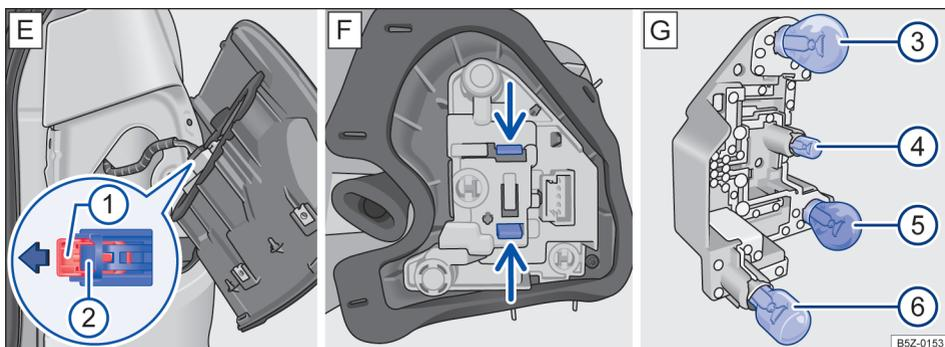

Fig. 135 Lanterna traseira: E: remover a lanterna da carroceria; F: suporte das lâmpadas; G: no suporte das lâmpadas.
8. Retirar o conector de alimentação, primeiramente puxar a trava vermelha 1 no sentido da seta → Fig. 135 E e remover o conector 2 da lanterna.
10. Para destravar o suporte das lâmpadas, pressionar cada lingueta de travamento → Fig. 135 F no sentido das setas.
12. Para remover as lâmpadas incandescentes queimadas → Fig. 135 G ③ e ⑤, pressionar a lâmpada contra o suporte e girar no **sentido anti-horário** para removê-la.
13. Para remover as lâmpadas incandescentes queimadas → Fig. 135 G ④ e ⑥, puxar a lâmpada do suporte para removê-la.
15. Para inserir as lâmpadas novas ③ e ⑤ no suporte, colocar a nova lâmpada no respectivo alojamento, pressionar a lâmpada e girar no **sentido horário** até o batente.
16. Para inserir as lâmpadas novas ④ e ⑥ no suporte, encaixar a nova lâmpada no respectivo alojamento e empurrar a lâmpada no suporte.
18. Instalar o suporte das lâmpadas na lanterna traseira. As linguetas de travamento → Fig. 135 F devem encaixar de forma audível.
A localização e a identificação das lâmpadas incandescentes → Fig. 135 G estão relacionadas a seguir: